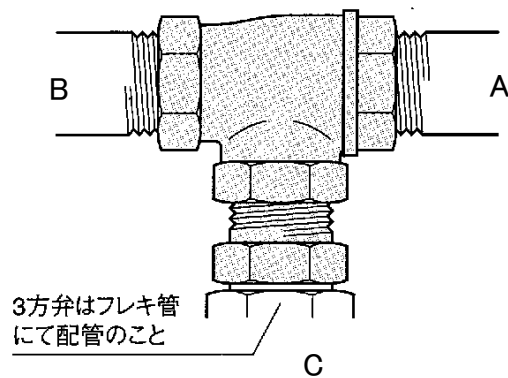

図14
- ⑧ 三方ボールバルブの配管接続は、図 14の通りC側をフレキ管で接続されることを推奨します。